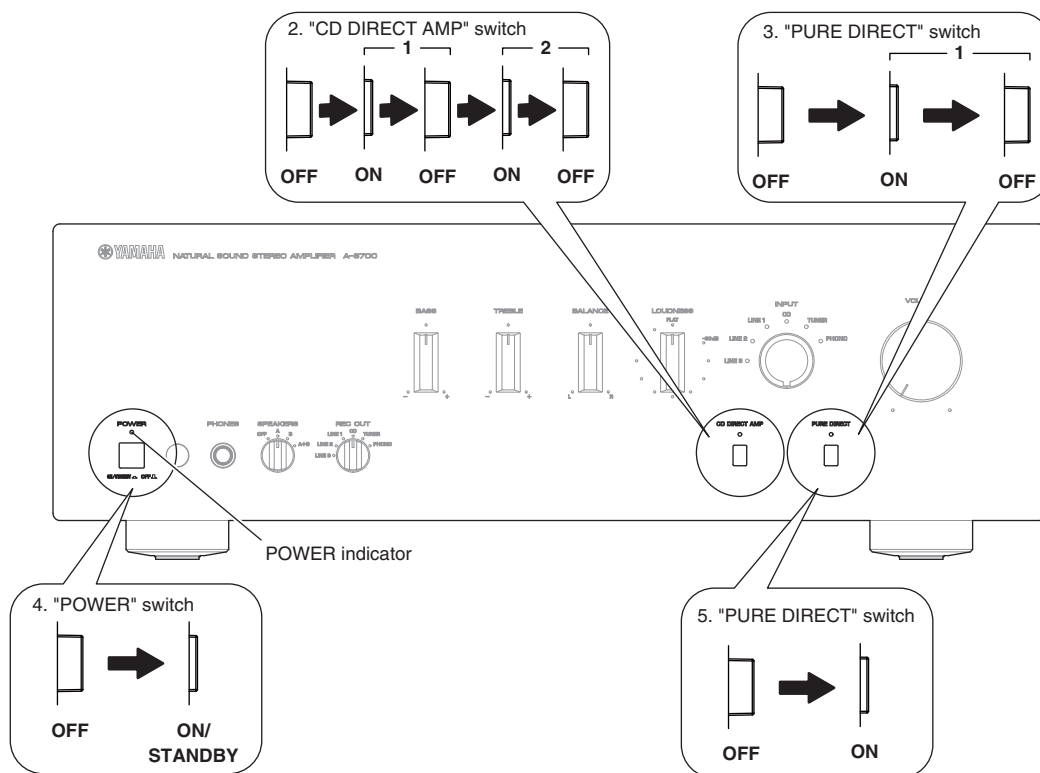

Fig. 3
1. Press "POWER", "CD DIRECT AMP", and "PURE DIRECT" switches to turn them off respectively. (Fig. 3)
2. Repeat pressing "CD DIRECT AMP" switch to turn it ON/OFF twice. (Fig. 3)
3. Repeat pressing "PURE DIRECT" switch to turn it ON/OFF once. (Fig. 3)
4. Press "POWER" switch inward to the ON/STANDBY position. (Fig. 3)
"POWER" indicator flashes. (Fig. 3)
5. Press "PURE DIRECT" switch to turn it on. (Fig. 3)
After about 3 seconds, the power relay (RY251 of MAIN P.C.B.) turns on. (Fig. 3)
1. "POWER" スイッチ、"CD DIRECT AMP" スイッチ、"PURE DIRECT" スイッチを押し、それぞれ OFF にします。(Fig. 3)
2. "CD DIRECT AMP" スイッチを 2 回 ON/OFF します。(Fig. 3)
3. "PURE DIRECT" スイッチを 1 回 ON/OFF します。(Fig. 3)
4. "POWER" スイッチを押し、ON/STANDBY にします。(Fig. 3)
POWER インジケーターが点滅します。(Fig. 3)
5. "PURE DIRECT" スイッチを押し、ON にします。(Fig. 3)